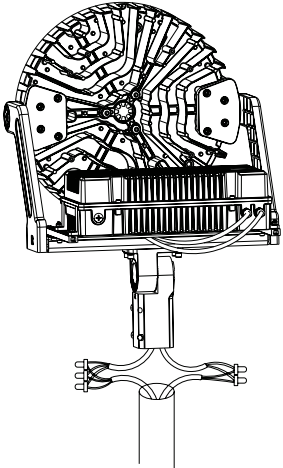

Figure 11
- Une fois les rails de guidage et le boîtier de commande réinstallés, faites passer le câblage dans le support coulissant et tirez les fils jusqu'au poteau. (Figure 11)